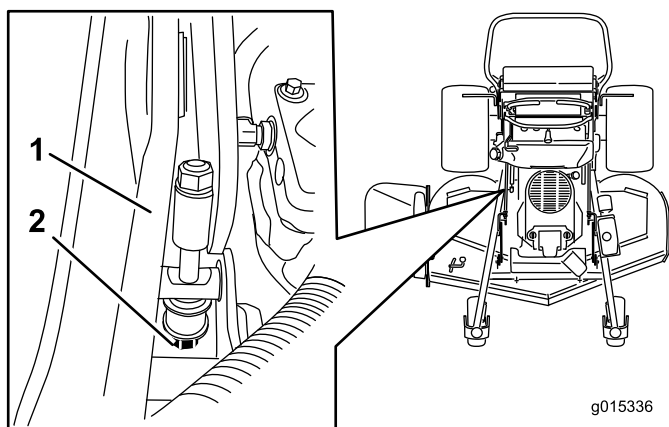

図 89
5. 測定値が正しくない場合には、機体右側にある刈高ロッドを探し出す (図 89)。
6. 調整ボルトを回してブレードの刃先が 7.6 cm になるように調整する (図 89)。